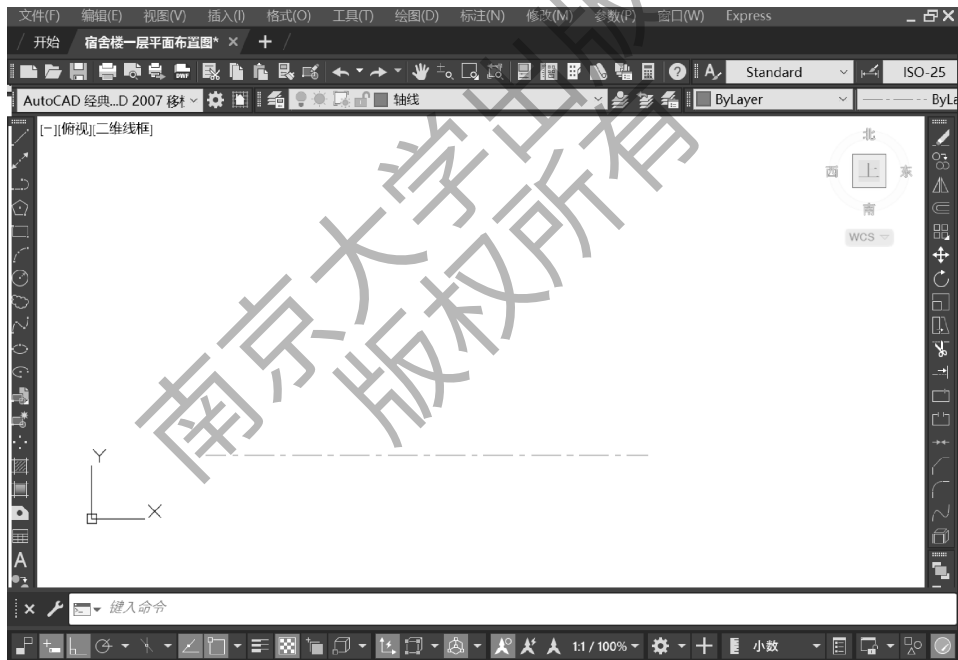

图 3-15 绘制 A 轴线
(1) 单击状态栏上的【正交】按钮,或按【正交】功能的快捷键 F8,打开【正交】功能,这样光标只能沿水平或垂直方向拖动。
(2) 单击【绘图】工具栏上的【直线】图标/或在命令行输入“L”后按 Enter 键,启动绘制直线命令:
① line 指定第一点:在提示下,在绘图区域左下角的任意位置单击,将该点作为 A 轴线的左端点,移动光标则会发现一条随着光标移动而移动的橡皮条。
② 指定下一点或【放弃(U)】:在提示下,水平向右拖动光标,并在命令行输入“47000”后按 Enter 键。
③ 指定下一点或【放弃(U)】:在提示下,按 Enter 键结束【直线】命令,这样就画出一条长度为 47 000 mm 的水平线,如图 3-15 所示。